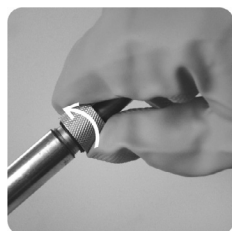

Fig. 16
11. Retirar a porca da haste fixa girando no sentido anti-horário, conforme fig. 16 e 17.